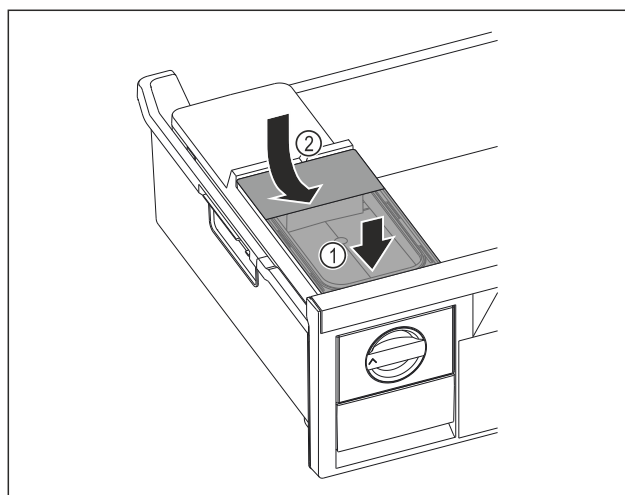

Fig. 111
- Collegare il serbatoio dell'acqua alla parte anteriore. Fig. 111 (1)
- Abbassare il serbatoio dell'acqua posteriore. Fig. 111 (2)